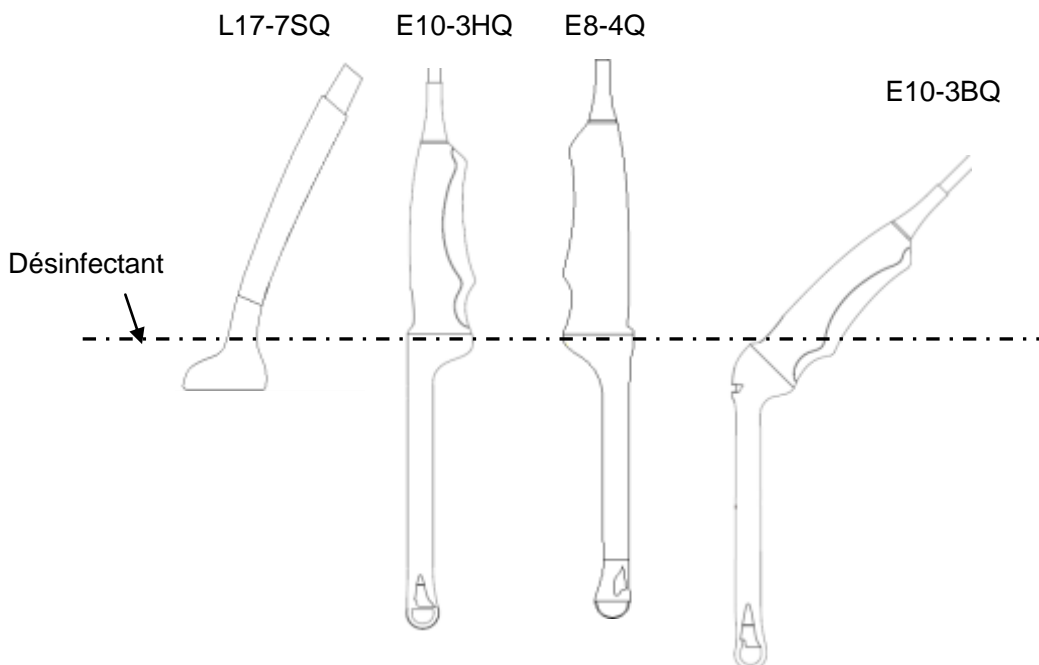

Figure 6-3 Profondeur du transducteur immergé dans un produit désinfectant
5. Placez le transducteur, une fois nettoyé et sec, en contact avec le désinfectant (reportez-vous à la figure 6-3 pour repérer la zone de contact) pendant la durée indiquée par le fabricant du désinfectant. Par exemple, le temps de contact recommandé par le fabricant pour un trempage dans du Cidex Glutaraldéhyde (2,4 %) est d'au moins 45 min.
7. La zone de contact avec le patient doit être immergée dans la solution en utilisant la méthode par immersion sans dépasser la profondeur indiquée à la figure 6-3.
5. Placez le transducteur, une fois nettoyé et sec, en contact avec le désinfectant (reportez-vous à la figure 6-3 pour repérer la zone de contact) pendant 10 heures. Ou faites tremper le transducteur en respectant la durée indiquée par le fabricant du désinfectant.